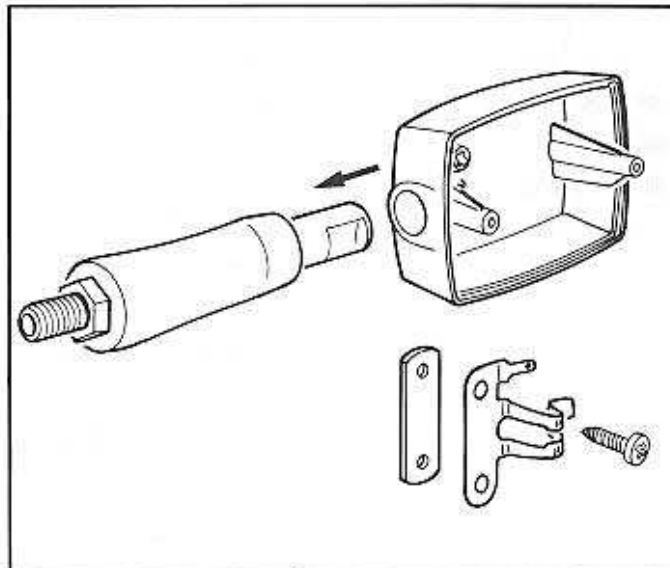

Fig. 2
- Monter chaque boîtier sur son support (fig. 2).